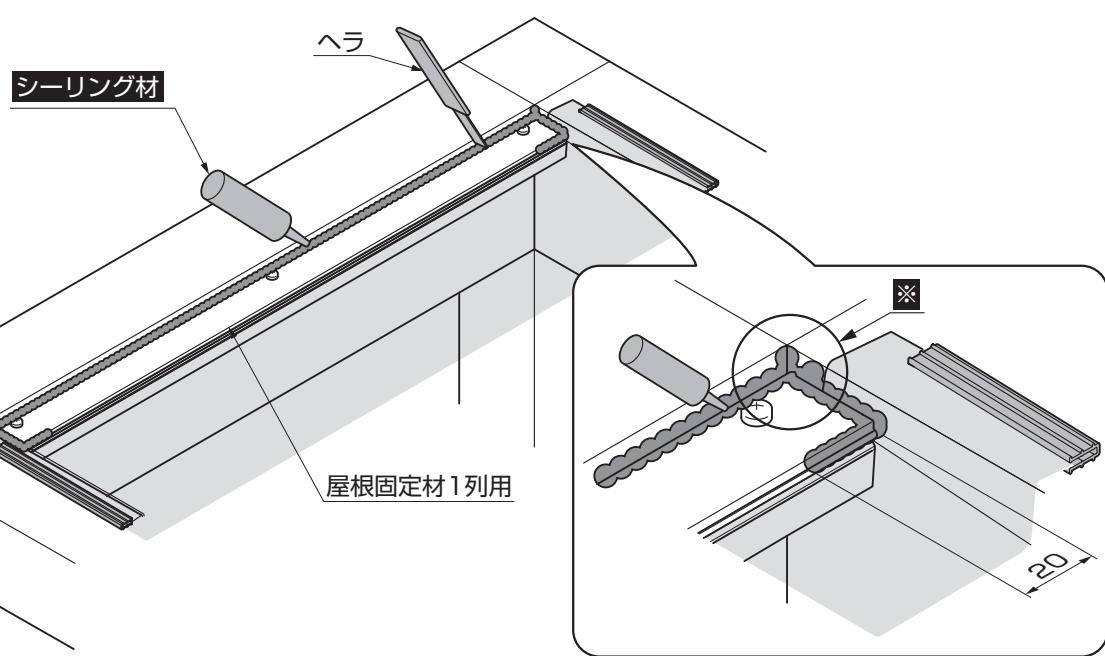

図9-4 A部詳細 水上側のシーリング処理
- ②屋根固定材 1列用とフレーム、中間フレームの間にシーリングをしてください。(図9-4参照)